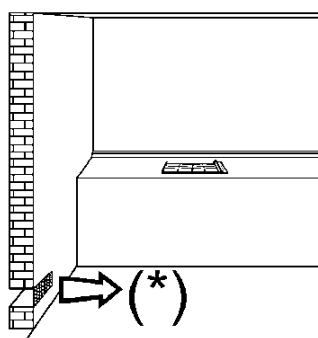
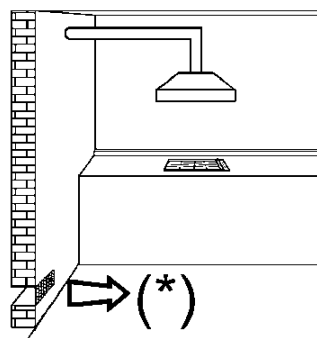
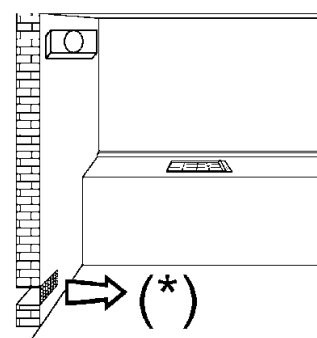

FIG. 1
FIG. 2
FIG. 3
- *l'utilisation d'un appareil de cuisson au gaz produit de la chaleur et de l'humidité dans la pièce où il est installé. Il convient donc de bien ventiler cette pièce en maintenant les grilles d'aération dégagées (fig. 1) et en activant la ventilation mécanique contrôlée ou VMC (hotte d'aspiration ou ventilateur électrique, fig. 2 et fig. 3).*
La pièce où l'appareil est installé doit être constamment ventilée afin de garantir un bon fonctionnement. La quantité d'air est celle nécessaire à la bonne combustion du gaz et la ventilation de la pièce qui mesure au moins 20 m³. Le flux d'air naturel doit passer directement par les ouvertures permanentes d'une section minimum de 100 cm² prévues dans les cloisons de la pièce à ventiler et doit être dirigé vers l'extérieur (voir fig. 1). Ces ouvertures doivent être réalisées de manière à ce qu'elles ne puissent pas être bloquées.
Les tables de cuisson au gaz doivent toujours éliminer les produits de la combustion par le biais de hottes raccordées à des cheminées, des conduits ou directement à l'extérieur (voir fig. 2). S'il est impossible d'installer une hotte, un ventilateur installé dans une fenêtre ou un mur extérieur peut être utilisé en parallèle avec l'appareil (voir fig. 3), à condition que les dispositions relatives à la ventilation énumérées dans les normes en vigueur soient rigoureusement respectées.